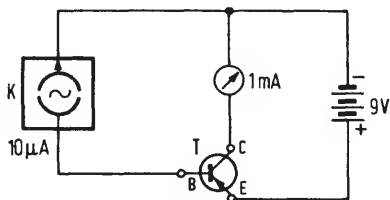

Fig. 5.02. Misurazione dell'amplificazione di corrente
**Misura dell'amplificazione di corrente:** il principio su cui ci si basa è indicato in Fig. 5.02, valida per un transistor PNP. Il transistor viene alimentato alla base con una corrente di  $10\text{ }\mu\text{A}$  esatti; tale corrente viene fornita dal generatore di corrente costante K. Il tester misura la corrente di collettore. Se lo strumento indica  $1\text{ mA}$  il coefficiente di amplificazione B è allora 100 (cioè  $1\text{ mA}/0,01\text{ mA}$ ). Il tester è in grado di misurare correnti fino a  $10\text{ mA}$ , cioè fattori di amplificazione fino a 1000.